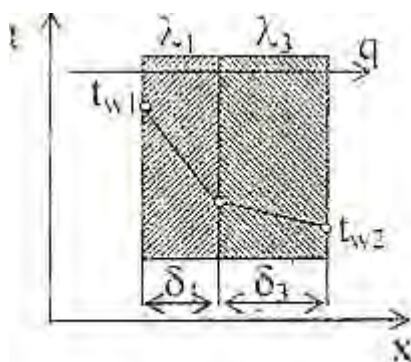

Рис. 2. Расчетная схема 2-х слойной плоской стенки
2) Если отказаться от слоя засыпки, то стенка станет 2-х слойной (см. рис.2). Обозначения на рисунке оставляем теми же, кроме новой толщины слоя красного кирпича δ_3 .